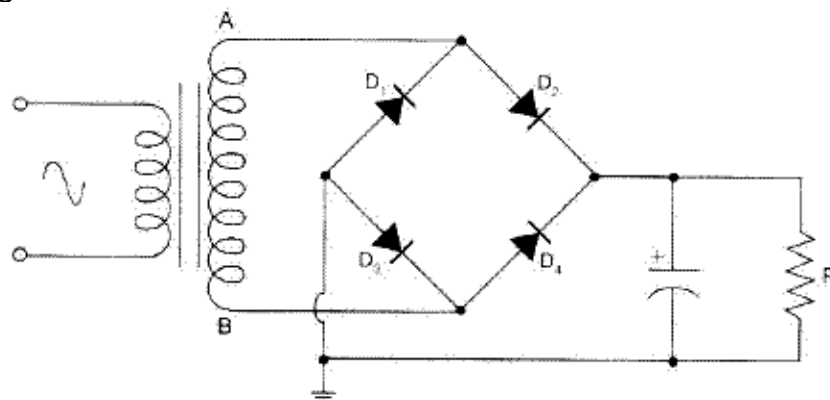

Figure 2
c) Identifier le symbole des composants électroniques représentés dans la figure 2 :